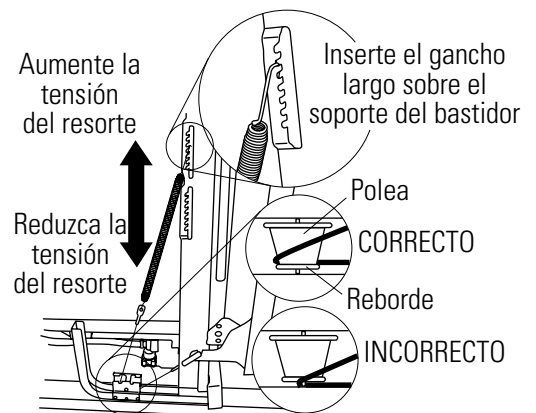

Figura 11
- Repita este procedimiento en el lado izquierdo de la unidad. Ambos resortes deben estar en la misma ranura del soporte, como se indica en la Figura 11.
Verifique la ruta que sigue el cable del resorte antes de ajustar el resorte. Los "reborde" en la polea mantienen el cable en posición. Vea la Figura 11. Asegúrese de que el cable no se haya salido del reborde de la polea y caído sobre el eje.